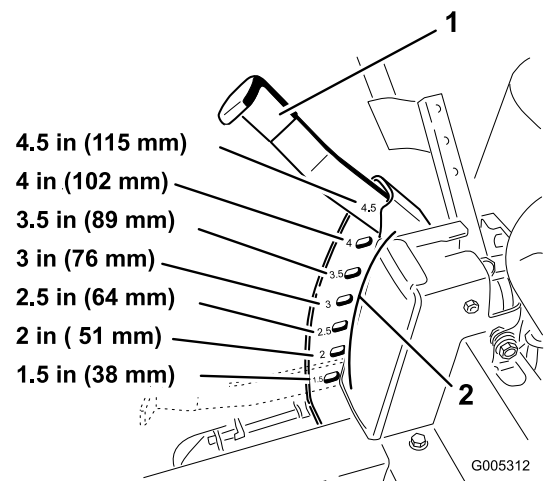

Figura 15
3. Levante la palanca de ajuste de la altura de corte a la posición de transporte, es decir, la posición de altura de corte **4,5** (que es también la posición de altura de corte de 115 mm [4-1/2 pulgadas] (Figura 15).